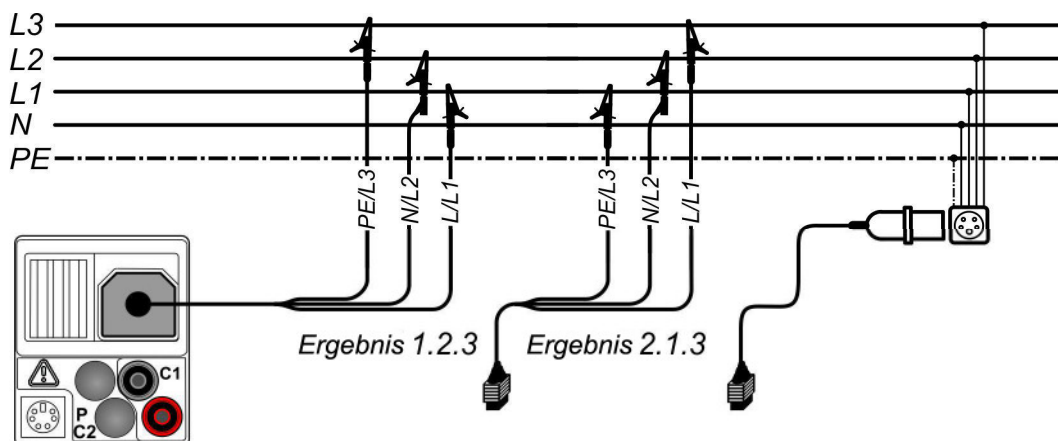
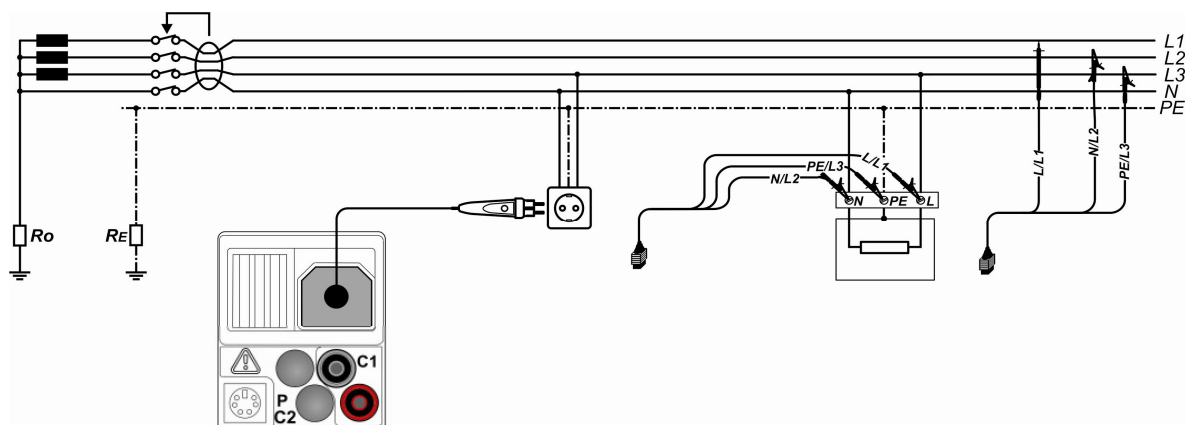

Abbildung 5.2: Anschluss der 3-Leiter-Prüfleitung und des optionalen CEE-Messadapters (044148) im Dreiphasensystem
Abbildung 5.3: Anschluss des optionalen Commander-Prüfsteckers (044149) und der 3-Leiter-Prüfleitung im Ein-/Dreiphasensystem
- ❑ Kontaktieren Sie die Prüfleitungen an das Prüfobjekt (siehe Abbildung 5.2 und Abbildung 5.3).